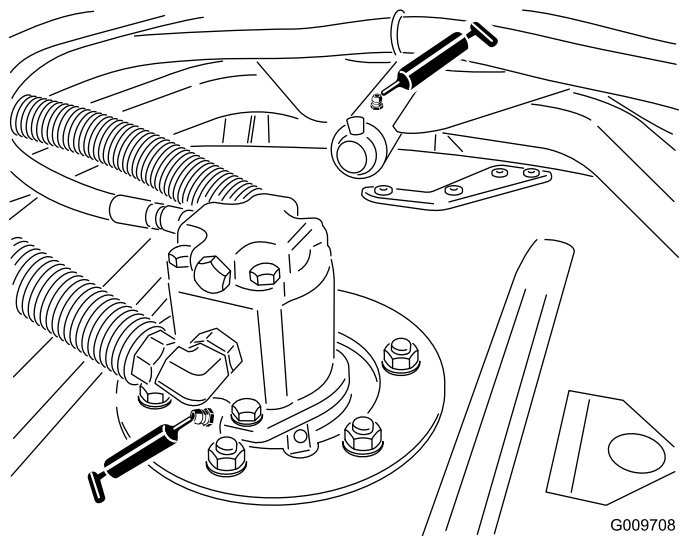

図 30
- カッティングユニットのスピンドルシャフトのベアリングカッティングユニット2台に1ヶ所 図 30。
- カッティングユニットのキャリアアームのブッシュカッティングユニット 1 台に 1 ヶ所 図 30